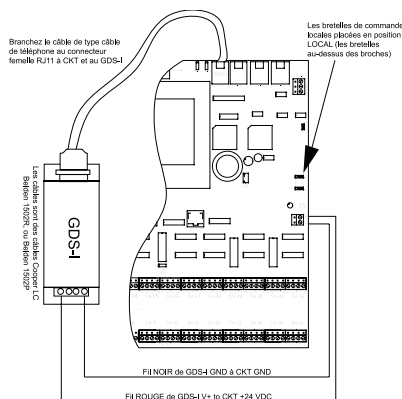

Figure 3. Détails du câblage de la passerelle pour interrupteurs numériques
7. Assurez-vous que les bretelles de commande locales ont été placées en position locale (au-dessus des broches 2 et 3) dans le cas des deux bretelles. J9 et J10 pour mettre en service 24 V c.c. aux canaux d'interrupteur basse tension. Voir figure 3 pour l'emplacement.